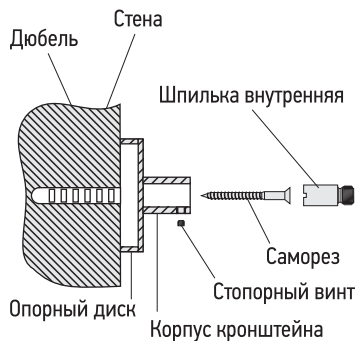

Рис. 9
4.1.3. Кронштейн телескопический (рис. 9).....	1 шт.
4.2.3. Кронштейн телескопический (рис. 9).....	2 шт.
4.3. Полотенцесушитель крепится к стене телескопическими кронштейнами, что позволяет регулировать расстояние до стены (рис. 9).